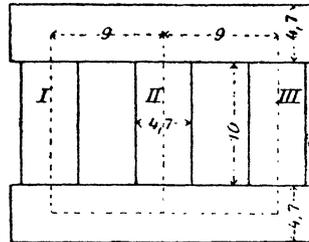

Fig. 167.
301. Ein Drehstromtransformator (Fig. 167) wird primär an eine Klemmenspannung von 40 [60] (120) V und 60 [50] (50) Perioden angeschlossen. Die sekundäre Spannung soll 65 [220] (440) V betragen. Die Wicklungen primär und sekundär sind in Sternschaltung verbunden. Der Querschnitt eines Kerns beträgt 20 cm2.
- der Magnetisierungsstrom, wenn die Abmessungen des Transformators der Fig. 167 entsprechen und jede Stoßfuge gleich einem Luftzwischenraum von 0,005 cm gerechnet wird,